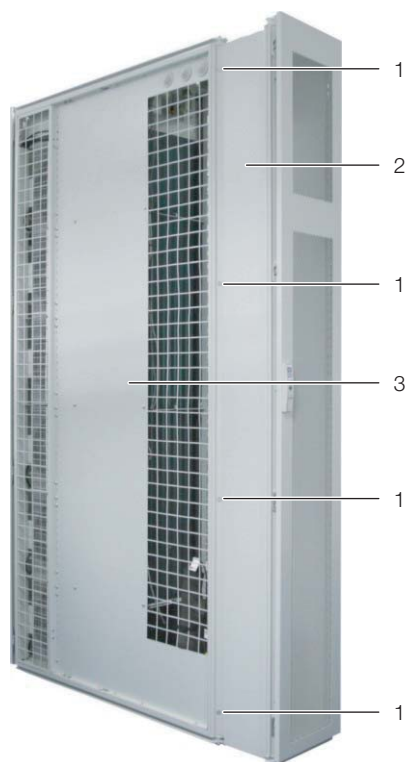

Рис. 26: Адаптер на LCP Inline
- Адаптер (рис. 26, поз. 2) крепится с задней стороны LCP Inline при помощи четырех прилагаемых винтов (рис. 26, поз. 1) слева и справа.